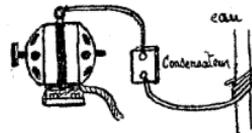

Figure 55
**Parasites.** — On désigne par parasites ou fritures une réception couverte par des bruits désagréables. Pour s'en assurer, enlevez le fil d'antenne du poste allumé, si ces bruits s'entendent toujours votre appareil en est la cause. Il se peut que ce soit les piles, la résistance shuntée, les transformateurs, le casque, le haut-parleur ou les connexions. Toutes les perturbations statiques naturelles ou industrielles sont des parasites provenant de l'extérieur: les orages, un ascenseur, un appel téléphonique, un contact électrique produisant un arc, lampes à vapeur de mercure et à arc, rayon X, bleu, rouge ou violet, etc., etc... Pour y remédier, essayez de travailler sans terre ou faite un contre-poids (voir antenne). Faites un cadre ou une antenne intérieure. On peut diminuer fortement les parasites produits par un moteur en plaçant la masse à la terre avec un condensateur fixe de un à cinq microfarads (Fig. 55).